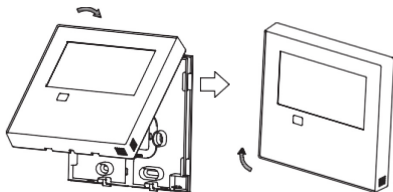

Fig. 3-9
- După reglarea carcasei superioare, prindeți-o evitând strângerea cablurilor în timpul instalării. (Fig. 3-9)